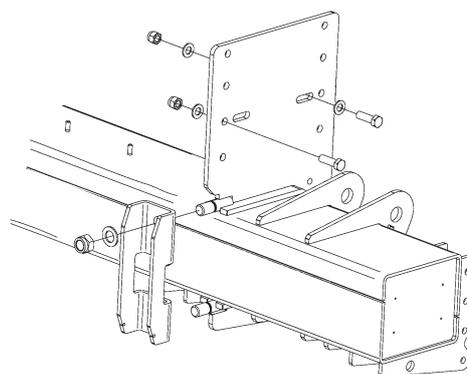

Figura 33. Montar el perfil en U con las tuercas y arandelas correspondientes
9. Montar el perfil en U con las tuercas y arandelas correspondientes, sin apretar. Apretar las tuercas alternativamente hasta que el perfil en U quede recto contra la estructura, véase Figura 33.